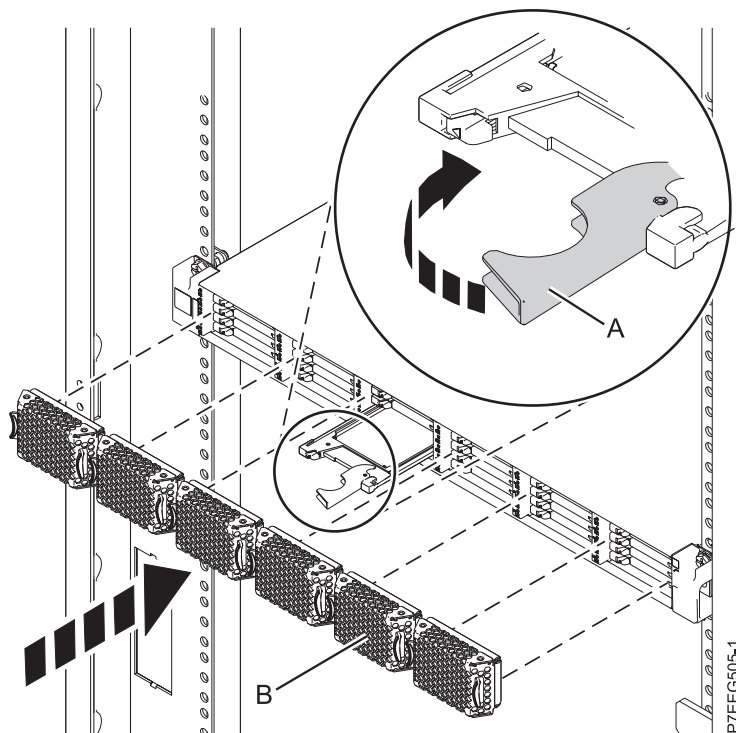

Figura 43. Substitució d'una unitat d'estat sòlid a Allotjament d'emmagatzematge PCIe 5888.
4. Quan el LED d'identificació de la unitat d'estat sòlid es torni sòlid, feu lliscar tota la unitat d'estat sòlid cap a Allotjament d'emmagatzematge PCIe 5888 fins que quedi ben encaixada. A continuació, feu girar la nansa (A) fins a la posició de bloqueig. Consulteu Figura 43 a la pàgina 67.
6. Instal·leu la tapa bisellada (B).